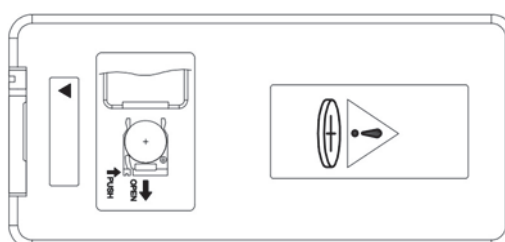

Figura 4
4. Haga presión sobre el soporte de la batería a fin de insertarlo en el control remoto. Compruebe que haya encajado correctamente. (Figura 4)